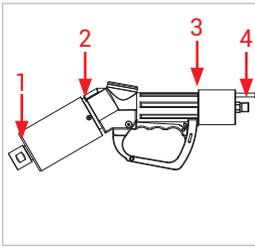

Abbildung 21
- ▶ Überprüfen Sie folgende Messstellen (Abbildung 21)
- WEH® Servicenippel (1)
- Stoßschutzhülse und Handgriff (2)
- Drehdurchführung und Handgriff (3)
- Verschraubung (4)